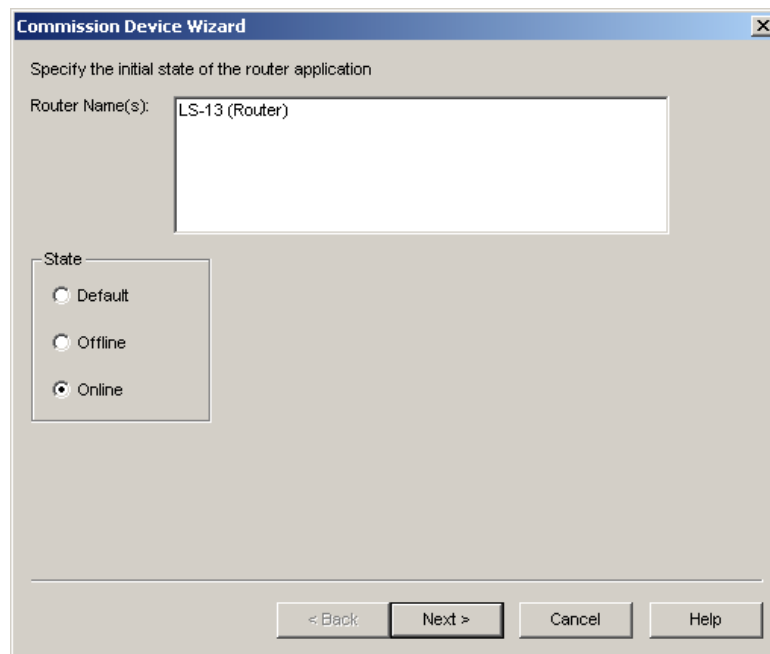

Abbildung 11: Kommissionieren des L-Switch
5. Nun erscheint der Dialog „Commission Device Wizard“. Achten Sie darauf, dass der „State“ auf „Online“ gesetzt ist und klicken Sie auf „Next>“ (siehe Abbildung 11).